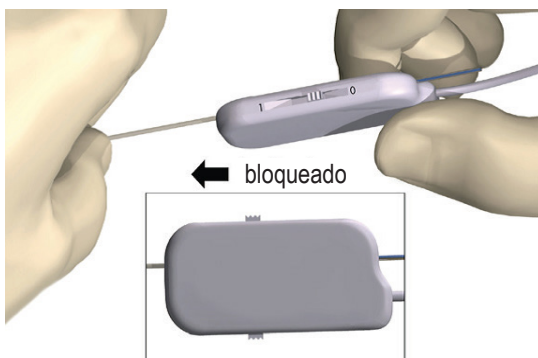

Figura 10: Fixação do elétrodo DBS no conector do cabo cirúrgico 1x8
7. Empurre a extremidade da elétrodo DBS para a porta até parar. Segure o elétrodo DBS no lugar enquanto desliza a alavanca de bloqueio para a posição de bloqueada (1) (Figura 10).